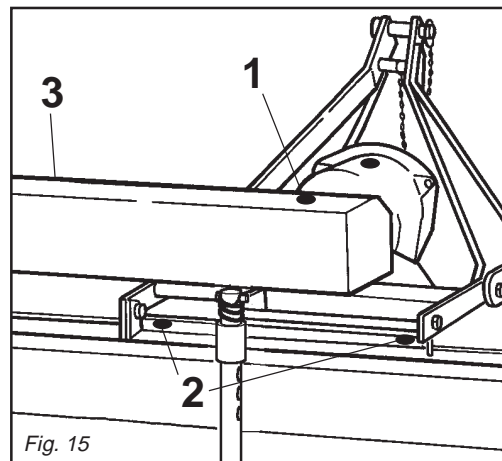

Fig. 15
- 2- Allentare la vite (1 Fig. 15) che fissa la protezione (3 Fig. 15) dell'albero esagonale al corpo riduttore.
- 3- Svitare le due viti anteriori e posteriori (2 Fig. 15 - 16) che fissano il carrello al corpo del telaio.
Fissare anche la vite (1 Fig. 15) di bloccaggio della protezione (3 Fig. 15).
- 2- *Loosen the screw (1 Fig. 15) that fasten the hexagon shaft's protection (3 Fig. 15) to the body of the reduction unit.*
*Also tighten the protection's (1 Fig. 15) fixing screw (3 Fig. 15).*
- 2- Die Schraube (1 Abb. 15) lockern, die Schutz (3 Abb. 15) der Sechskantwelle am Körper des Untersetzungsgetriebes befestigen.
- 4- Den Wagen bis zur gewünschten Stellung gleiten lassen, dann die Schrauben in die Löcher der nun erreichten Stellung einsetzen. Auch die Sperrschraube (1 Abb. 15) der Schutzvorrichtung (3 Abb. 15) anziehen.
- 2- Desserrer la vis (1 Fig. 15) qui fixe la protection (3 Fig. 15) de l'arbre hexagonal au corps réducteur.
Fixer également la vis (1 Fig. 15) de blocage de la protection (3 Fig. 15).
- 2- Afloje el tornillo (1 Fig. 15) que fija la protección (3 Fig. 15) del árbol hexagonal con el cuerpo del reductor.
También fije el tornillo (1 Fig. 15) de bloqueo de la protección (3 Fig. 15).